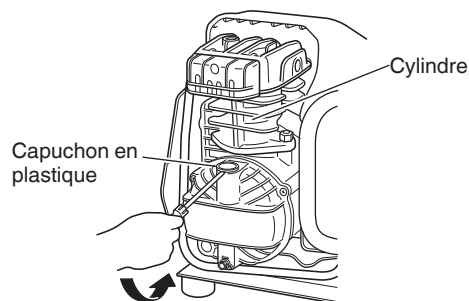

Fig. 4
6. Insertion de la jauge et vérification du niveau d'huile. À l'aide d'un tournevis ou de tout outil similaire retirer le capuchon en plastique qui se trouve sur la partie inférieure du cylindre (Fig. 4).